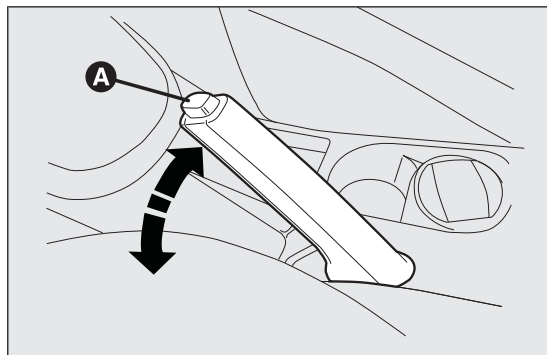

fig. 119
- ☐ soulever légèrement le levier et appuyer sur le bouton de déblocage A fig. 119 ;